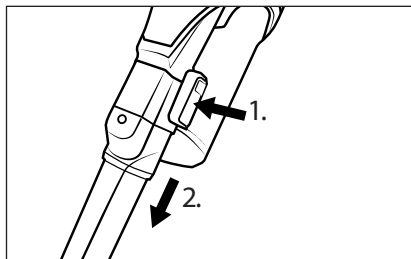

Fig. 15
- ♦ Per rimuovere gli accessori, tenere premuto il tasto di sblocco dell'accessorio e sfilare l'accessorio dal tubo di aspirazione **24** oppure dall'apertura di aspirazione dell'apparecchio (vedere fig. 15).